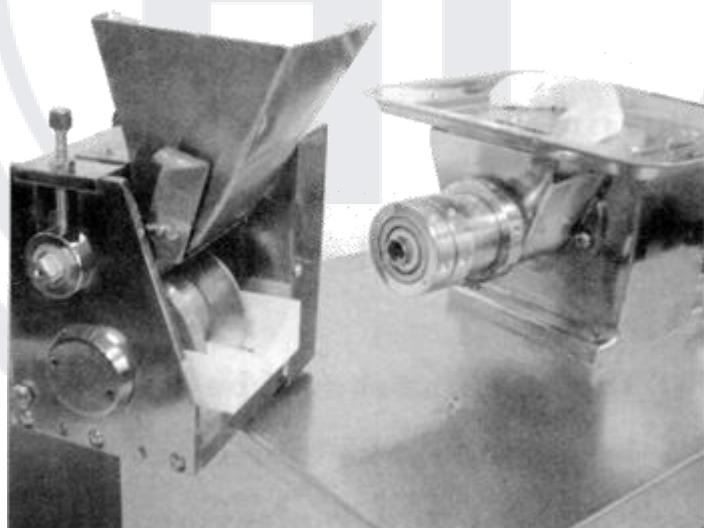

Рис. 1
- 1) Отстегните защёлку и поверните формирующую насадку на 90 градусов (см рис. 1).